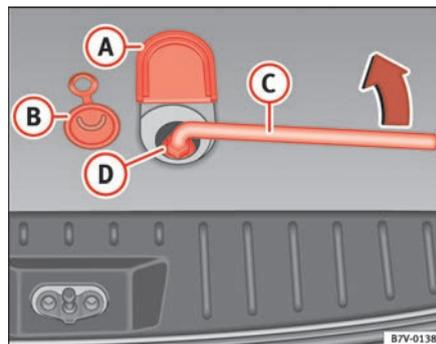

Fig. 152 Estrazione della ruota di scorta
1. Sollevare in avanti il coperchietto ① ⇒ fig. 152 posto sul pavimento del bagagliaio, vicino alla chiusura del portellone posteriore
2. Tirare verso l'alto l'anello della guarnizione in gomma ②.
3. Estrarre la chiave per le ruote ③ dagli attrezzi di bordo.
4. Incastrare fino in fondo la chiave nella vite e mantenerla in questa posizione. Premere allo stesso tempo l'anello di sicurezza ④ verso il basso ⇒ **!**.
5. Girare diverse volte la chiave ③ verso sinistra, fino a quando si possa montare la ruota di scorta che è appesa verticalmente a un cavo dietro al veicolo.
4. Estrarre la chiave della ruota ⇒ pag. 248, fig. 152 (C) e girare diverse volte la vite del pavimento del bagagliaio verso destra, fino a quando la ruota resta saldamente fissata contro il lato inferiore del pavimento del bagagliaio ⇒ ! in “Estrazione della ruota di scorta” a pag. 248.
5. Chiudere il foro con la guarnizione di gomma ⇒ pag. 248, fig. 152 (B) ed abbassare il coperchio (A).